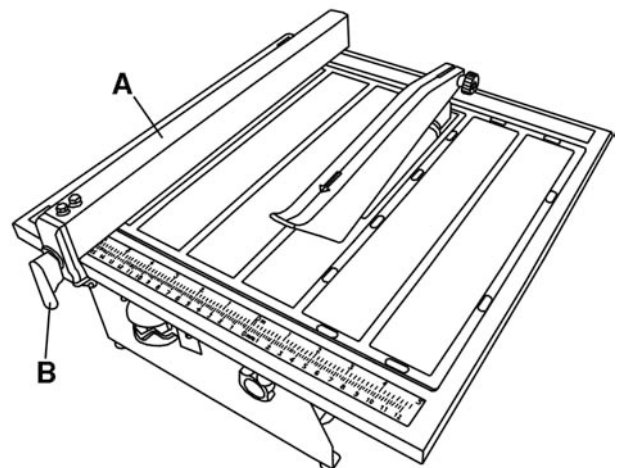

FIGURE 5
- 1) Pour installer le guide à refendre (A) Fig.5 sur la table, la première étape est de soulever le levier de serrage (B).
- 2) Alignez les crampes avant et arrière du guide à refendre avec le côté de la table et glissez-le sur la table. Une fois que le guide à refendre est dans la position désirée, abaissez le levier de serrage (B) pour le verrouiller.